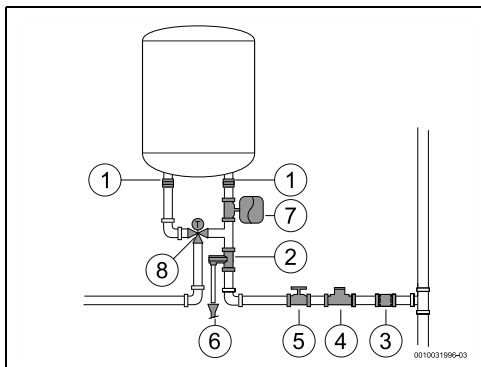

Рис. 11
- ▶ Закройте запорный вентиль воды (→ рис. 11, [5]).
- установите редукционный клапан (рис. 11, [4]). Предохранительный клапан всегда активируется, как только давление воды в баке превышает 8 бар (± 01 бара) и требуется отвести выпускаемую воду.
- установите расширительный бак (рис. 11, [7]) во избежание частого открытия предохранительного клапана. Объем расширительного бака должен быть равным 5% объема оборудования.